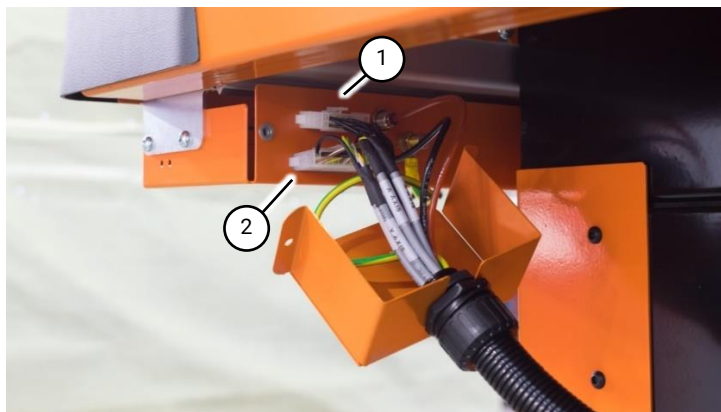

Fig 18 Connexions du moteur et des capteurs
1.3 Raccordez le plus petit connecteur au raccord supérieur (Fig 18 (1)) et le plus grand connecteur au raccord inférieur (Fig 18 (1)).